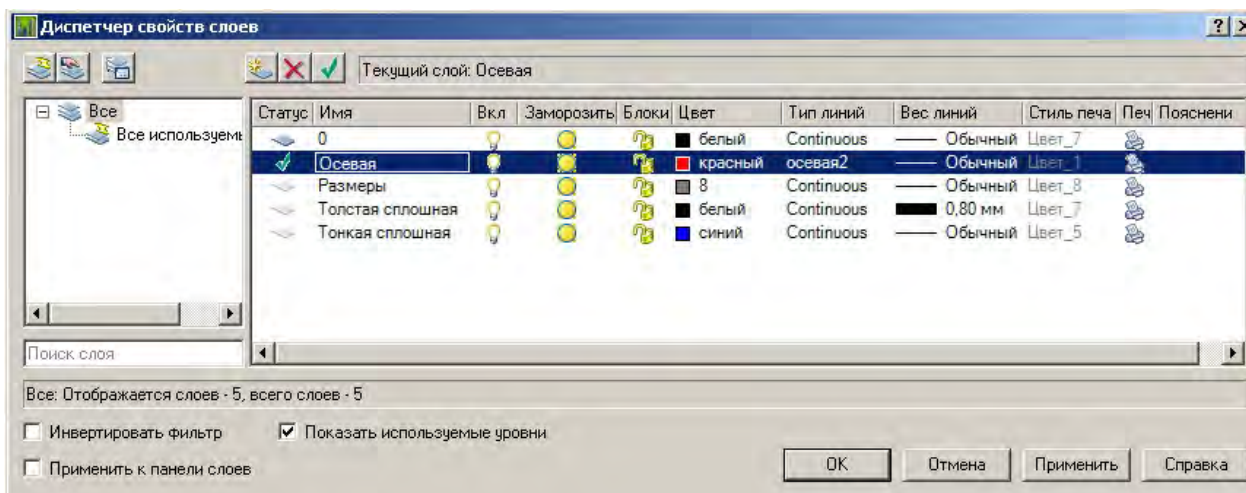

Рис. 17. Вид диалогового окна «Диспетчер слоев»
2. Для повышения удобства черчения и наглядности отображения чертежа на экране создадим несколько слоев, в которых будут отображаться различные по смыслу группы объектов. Для этого выбираем «Формат/Слой...», в появившемся диалоговом окне (рис. 17) выбираем инструмент «Создать слой» , присваиваем созданному слою имя, выбираем основные цвет, вес и тип линий слоя.